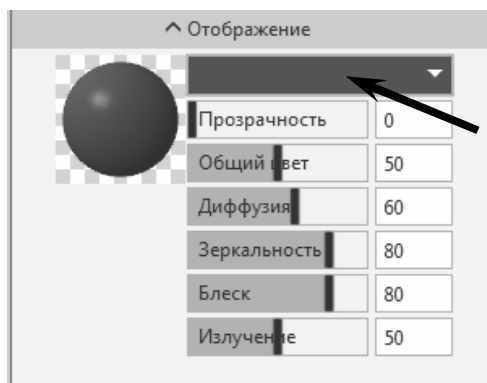

Рис. 1.7. Выбор цвета детали
3. Откройте вкладку **Отображение** и укажите цвет новой детали, например, зеленый или любой другой на Ваш выбор (рис. 1.7).